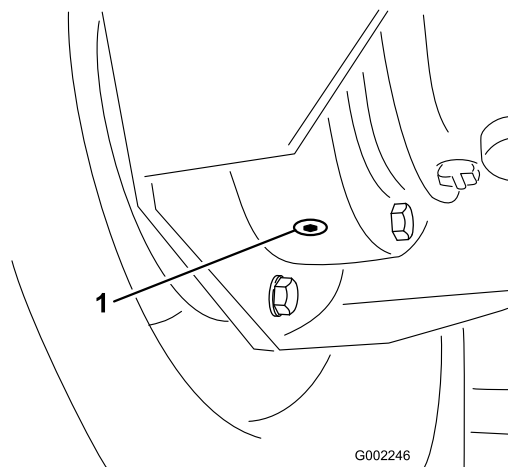

図 84
4. ブレーキハウジングのところにある内側のドレンプラグの下に容器を置き、このプラグを外す 図 84。